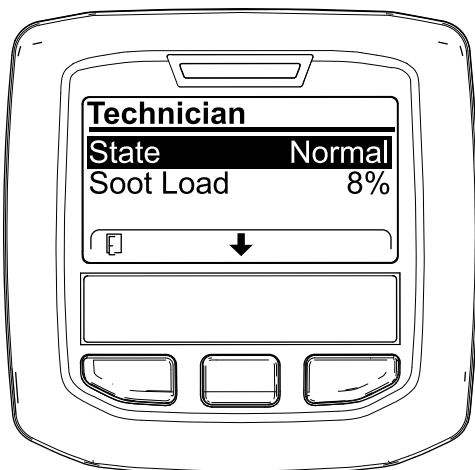

Figura 56
- Utilizai tabelul de operare DPF pentru a înțelege starea actuală a operării DPF (Figura 56).